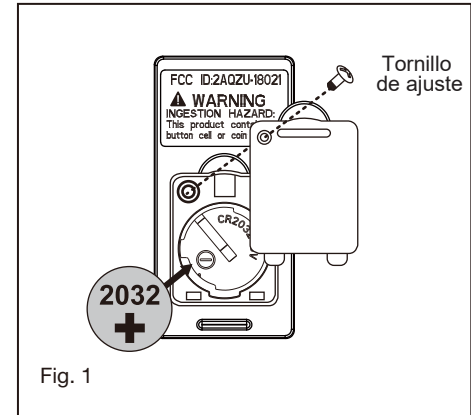

Fig. 1
- 1 Sujete la hoja al motor con los tornillos y las placas de soporte de la hoja proporcionados. Repita el procedimiento para las hojas restantes. ¡Asegúrese de que los tornillos estén APRETADOS! Los tornillos del motor flojos pueden contribuir a producir zumbidos innecesarios durante el funcionamiento. (Fig. 1)
- 1 Mientras sostiene el conjunto de LED debajo de su ventilador, realice las conexiones del enchufe polarizado: (Fig. 1)
- 6 Mientras sostiene la pantalla de la lámpara debajo del ventilador. (Fig. 1)
- 7 Levante la pantalla de la lámpara contra el ventilador y gírelo en el sentido de las agujas del reloj hasta que quede firme; NO APRIETE EN EXCESO. (Fig. 1)
- 1 Seleccione una ubicación deseada. Utilice la placa de pared para marcar la ubicación de los orificios de montaje. Para esta aplicación se necesitan anclajes de pared de plástico o tornillos de montaje. (Fig. 1)
Retire el panel del transmisor y luego instale una batería 2032 (incluida). Necesita utilizar un destornillador para abrir o cerrar la tapa de la batería. Para evitar daños al transmisor, retire la batería si no la usa durante períodos prolongados (Fig. 1)